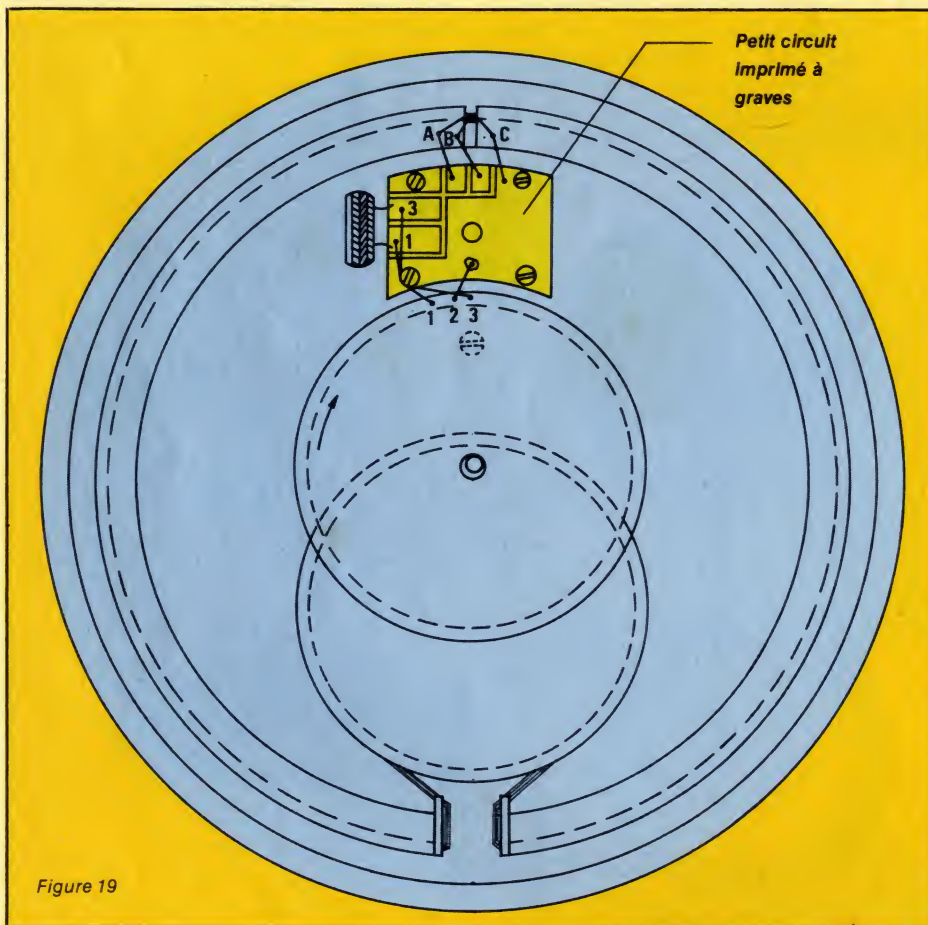

Figure 19
- Réaliser la pièce 16 g. 5 trous sont à prévoir : 4 à 3,5 mm de diamètre et 1 à 44,5 mm. Graver ce circuit conformément à la figure 19. Le CI est vu côté cuivre. 6 autres trous marqués 1, 2, 3 (D), A, B et C sont à percer au diamètre de 1 mm. Des fils rigides de cuivre de 6 mm de long et de 1 mm de diamètre seront enfoncés en force et soudés ultérieurement. Ils serviront de point d'ancrage aux fils du câble de liaison et à ceux des émetteurs et récepteurs.
- Enfoncer 3 pointes sans tête, très fines dans la couronne de carton aux points marqués A, B, C figure 19. Attention de ne pas traverser le CTP. Le bobinage d'émission est prêt à recevoir le fil. Il aura un diamètre de 0,1 mm et sera recouvert d'un vernis thermosoudable de préférence. A l'aide d'une lame de scie, on enlèvera d'éventuelles aspérités de colle qui se seraient introduites dans les gorges.